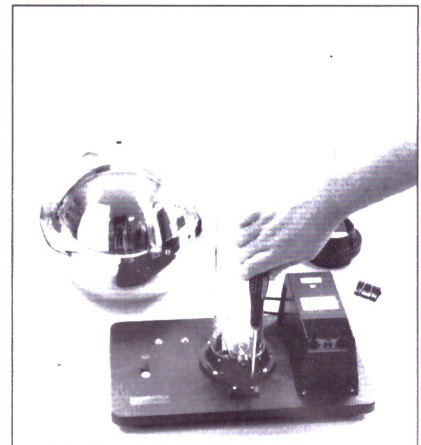
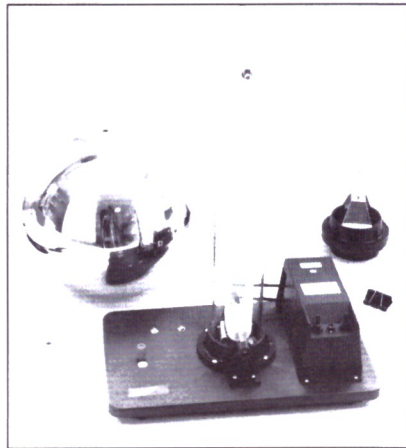

Abb. 6
Abb. 13
5. Der Antriebsriemen wird von der Riemenscheibe der unteren Rolle abgenommen und mit einem Kreuzschlitz-Schraubenzieher werden die Schrauben der beiden Rollenhalter herausgedreht (Abb. 6).
12. Das so vorbereitete Glasrohr wird in den Sockel eingeschoben und mit den Schrauben befestigt (Abb. 6 und Abb. 7). Die beiden Rollenhalter werden wieder fest angeschraubt und der Antriebsriemen auf die Riemenscheibe aufgelegt (Abb. 13).